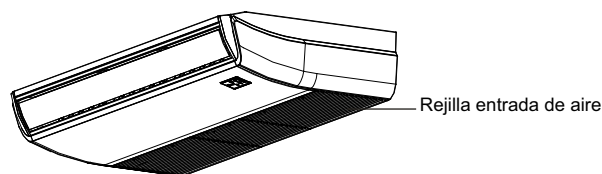

Fig. 6-1
- Abrir la rejilla de entrada de aire con un destornillador o algo similar (ver Fig. 6-1)